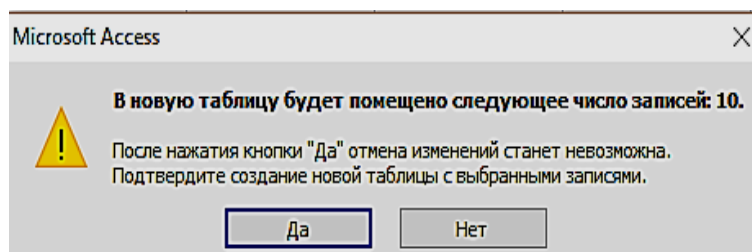

Рис. 3.15. Окно сообщений
6. Выполните запрос. Откроется окно сообщений с запрашиваемым разрешением (рис. 3.15). Подтвердите согласие на создание новой таблицы. После этого таблицу можно увидеть в списке таблиц области навигации (рис. 3.16).